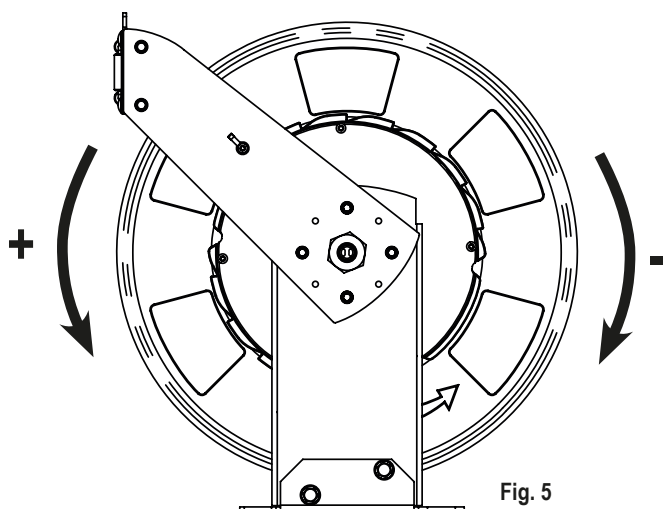

Fig. 5
3. Start to rewind the hose, turning the spool manually until the hose is completely wound around the spool (the power spring still will be with no tension). Apply the pre-tension a maximum of 4 turns to the power spring by turning the spool in positively direction as shown in (fig. 5). Do not apply more than 4 pre-tension turns, the power spring could be damaged.
3. Börja linda på slangen på trumman genom att manuellt snurra trumman tills slangen är helt upprullad (fjädern fortfarande obelastad). Förspänn sedan trumman genom att snurra den medsols fyra varv (fig. 5). Förspänn inte mer eftersom fjädern kan skadas..
3. Comience a recoger la manguera girando el tambor manualmente hasta que quede enrollada totalmente (el resorte deberá seguir neutro). Aplique entonces un máximo de 4 vueltas de pretensión al resorte en sentido positivo según (fig. 5). No se debe aplicar más pretensión de la indicada pues el resorte podría resultar dañado.
6. Apply the pre-tension to the power spring by turning the spool in positively direction as shown in (fig. 5). Do not apply more than a maximum of 4 pre-tension turns, the power spring could be damaged.
6. Förspänn sedan trumman genom att snurra den medsols max fyra varv (fig. 5). Förspänn inte mer eftersom fjädern kan skadas.
6. Aplique un máximo de 4 vueltas de pretensión en sentido positivo según (fig. 5). No se debe aplicar más pretensión de la indicada pues el resorte podría resultar dañado.
4. Turn the spool to increase or decrease the power spring (fig. 5).
4. Snurra på trumman för att öka eller minska fjäderspänningen enligt (fig. 5).
4. Haga girar el tambor para incrementar o disminuir la tensión según (fig. 5).